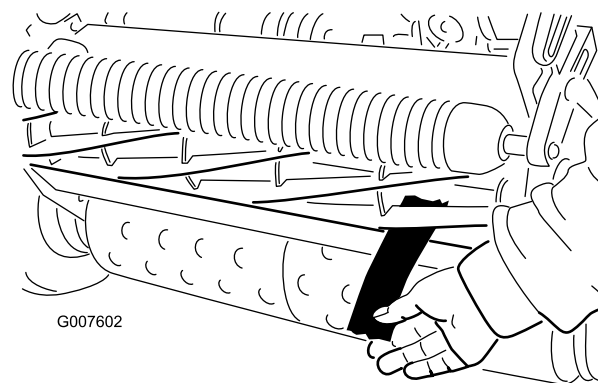

Рисунок 46
12. Проверьте характеристики скашивания, вставив длинную полоску бумаги между барабаном и неподвижным ножом перпендикулярно неподвижному ножу (Рисунок 46). Медленно поверните барабан вперед, он должен разрезать бумагу.